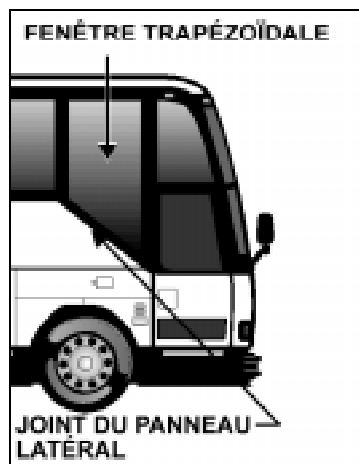

FIGURE 3: JOINT DE LA FENÊTRE
1. Mettre du ruban-cache de chaque côté du joint pour protéger la finition du véhicule (voir fig. 3).